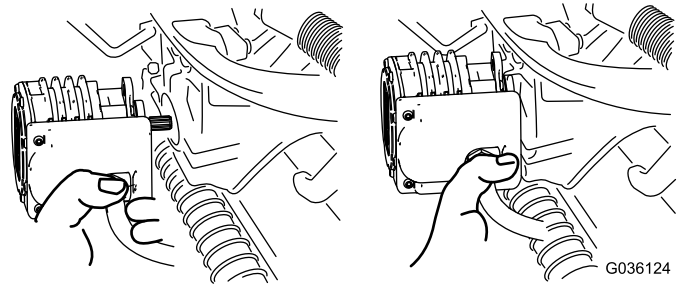

Figura 57
4. Mueva el motor al lugar de almacenamiento en la parte delantera del brazo de suspensión (Figura 57).